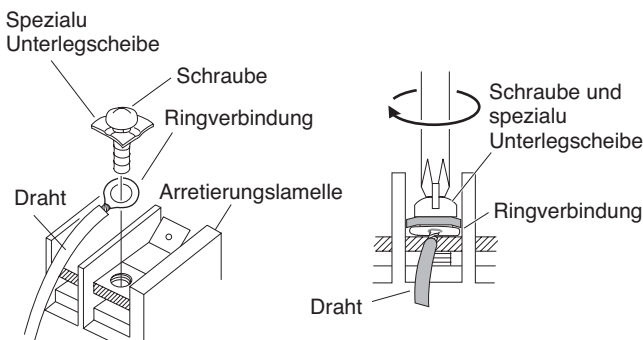

Abb. 30
- (4) Platzieren Sie den Draht, der nun eine Ringverbindung hat, auf den entsprechenden Anschluß, bringen Sie die Klemmschraube an ihren Platz und ziehen Sie sie mit dem Schraubenzieher fest. (Abb. 30)